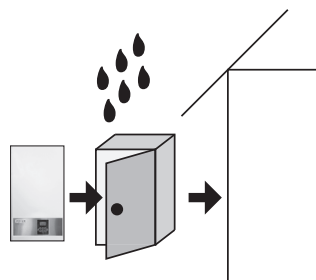

Figura 4-5 Montaggio cassetta protettiva
- Montaggio a una **parete esterna soltanto** in una cassetta sufficientemente areato e protetto dalle intemperie (v. anche figura 4-5).